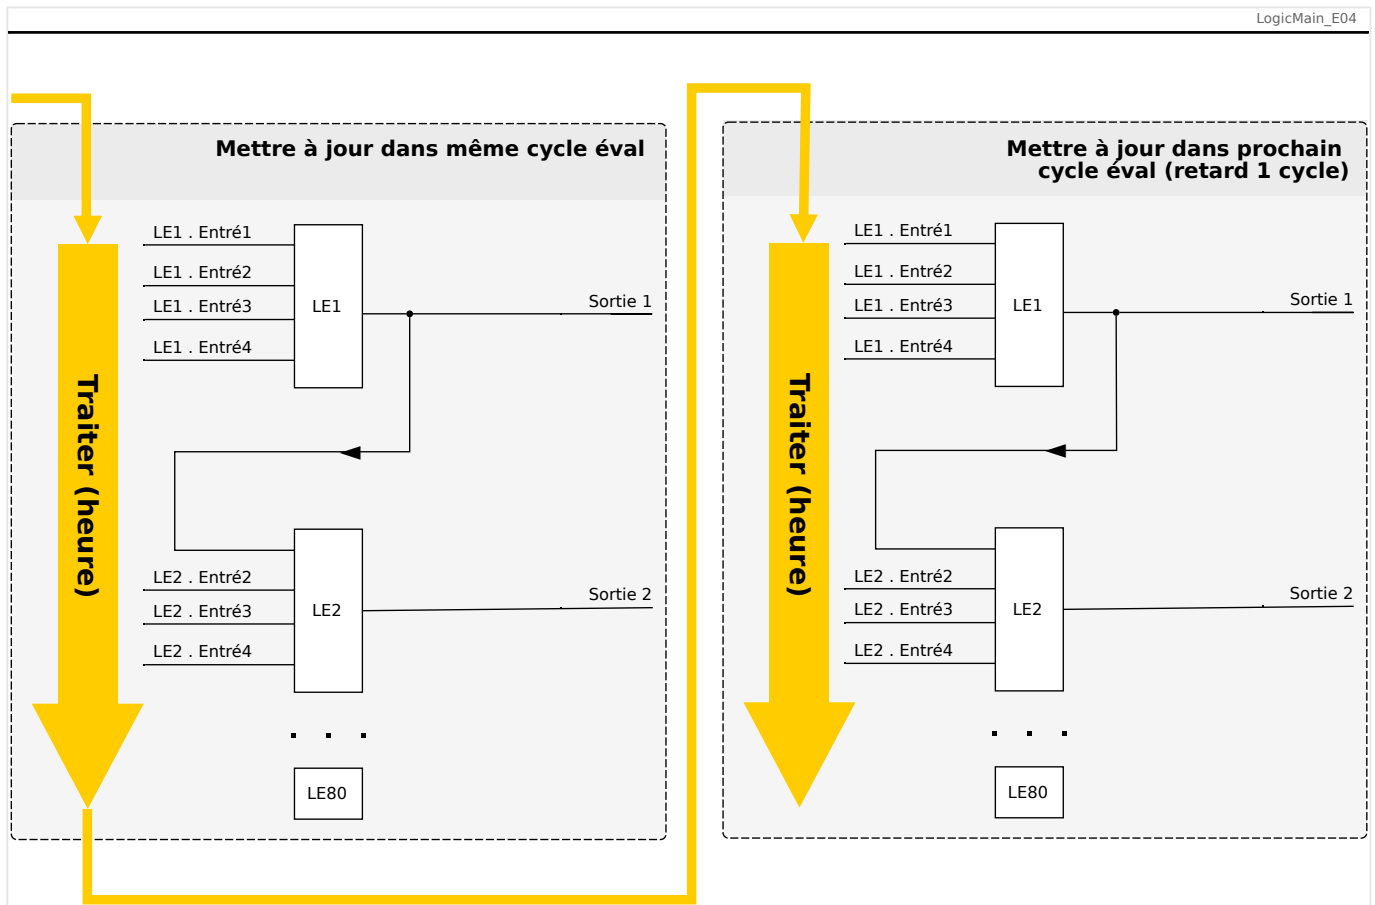
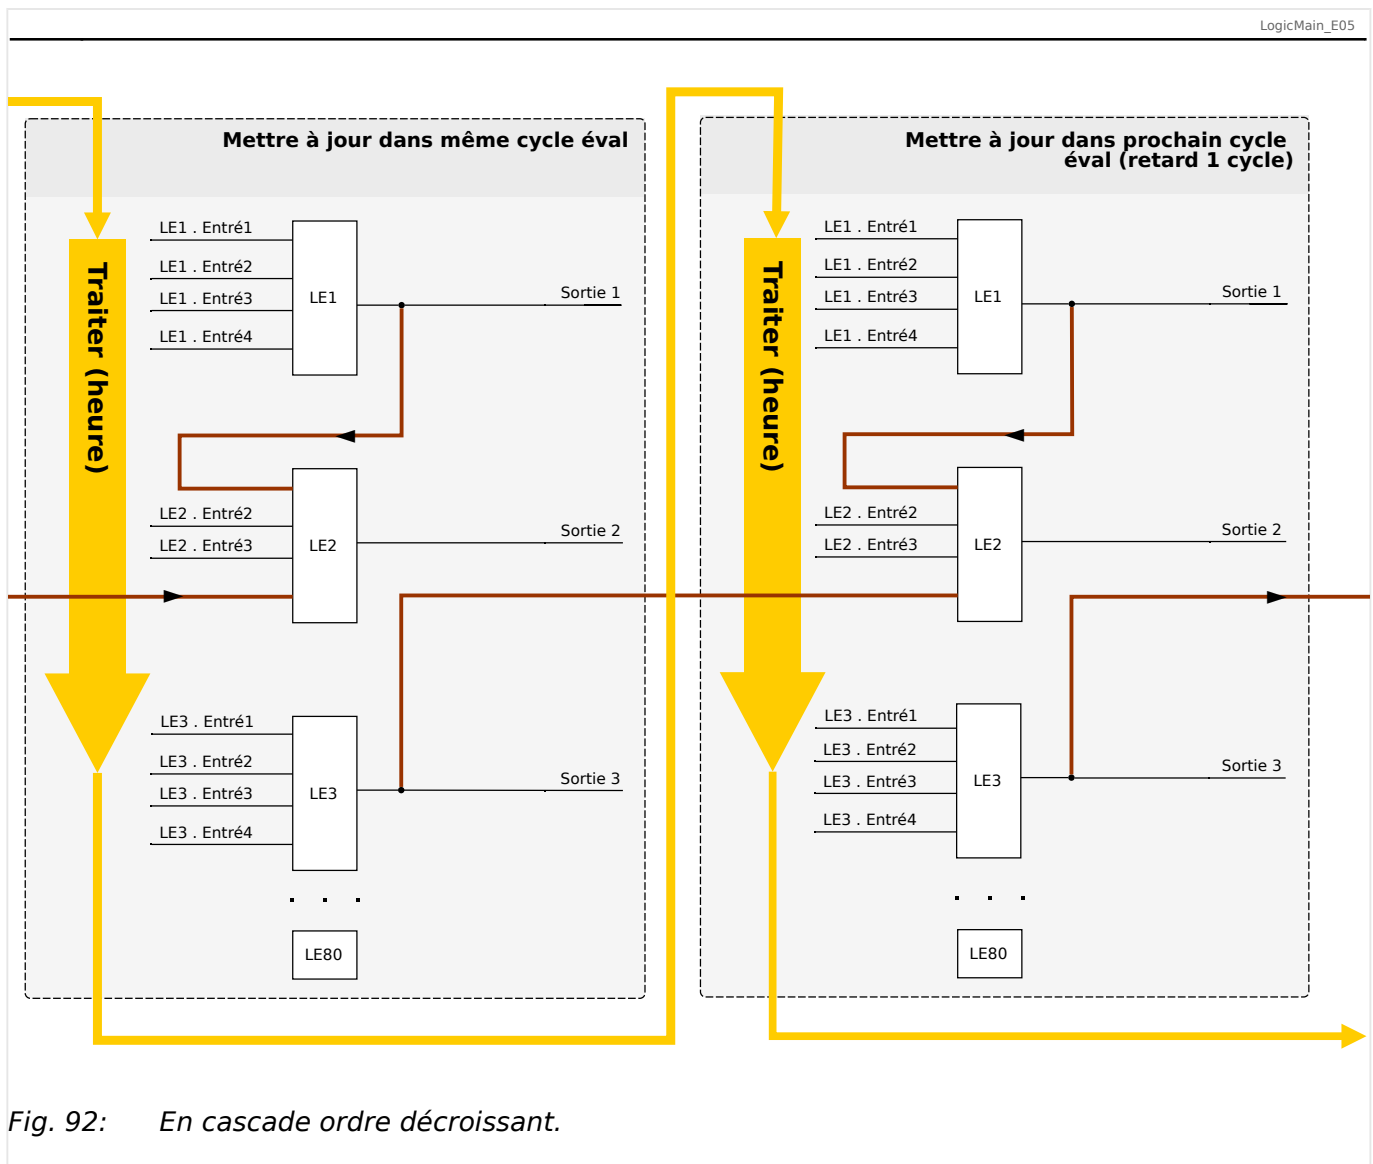

Fig. 91: En cascade ordre croissant.
Fig. 92: En cascade ordre décroissant.
- Dans une séquence **ascendante**, certaines sorties sont injectées en entrée dans une équation logique portant un numéro **plus élevé**. Par exemple, le schéma  Fig. 91 ci-dessous indique que le résultat de l'équation logique LE1 est utilisé en tant qu'entrée de l'équation logique LE2.
- Dans une séquence **descendante**, certaines sorties sont injectées en entrée dans une équation logique portant un numéro **plus bas**. Par exemple, le schéma  Fig. 92 indique que le résultat de l'équation logique LE3 est utilisé en tant qu'entrée de l'équation logique LE2.
Les séquences ascendantes et descendantes peuvent être utilisées et combinées les unes avec les autres, sans différence immédiate. Toutefois, en raison de l'évaluation de toutes les équations par ordre ascendant, les valeurs de temps de fonctionnement réelles qui sont injectées en entrée d'une équation auront un « âge » différent, comme on peut le voir dans  Fig. 91 et  Fig. 92 ci-dessous.
Dans l'exemple présenté dans Fig. 92 ci-dessus, l'équation logique « 2 » utilise les états de sortie de deux autres équations, les équations logiques « 1 » et « 3 ». Le résultat de l'équation logique « 1 » est utilisé dans l'ordre ascendant. Il a par conséquent été évalué au cours du même cycle de traitement. Le résultat de l'équation logique « 3 » est utilisé dans l'ordre descendant. Il a par conséquent été évalué au cours du cycle de traitement précédent.